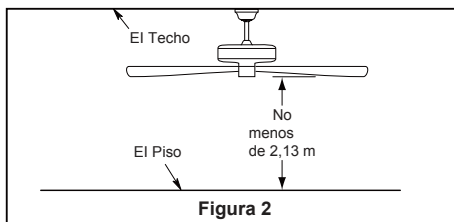

Figura 2
Uso de perfil profundo (Figura 2)
- ☐ 2. Retire el clip de horquilla y pasador de horquilla de la parte inferior de la bola para colgar. Retener el pasador y clip para la reinstalación en el paso 5. (Figura 2)
Debe colgar el ventilador a una distancia mínima de 2,13 m desde las aspas hasta el piso. (Figura 2)
Para evitar una posible descarga eléctrica, asegúrese de cortar la alimentación eléctrica de la caja de fusibles principal antes de alambrado el ventilador. (Figura 2)
2. Coloque y ajuste firmemente la cubierta para el tornillo de la base sobre los tornillos de reborde de la abrazadera para colgar mediante el mecanismo de seguro por giro del chavetero. (Figura 2)
- ☐ 2. Instale la ensamble de la placa de iluminación en el soporte utilizando las dos ranuras principales de conexión. Vuelva a colocar el tercer tornillo y asegure los tres tronillos. (Figura 2)
- ☐ **2.** Restaure la fuente de alimentación de la toma de corriente encendiendo la electricidad del fusible principal. (Figura 2)